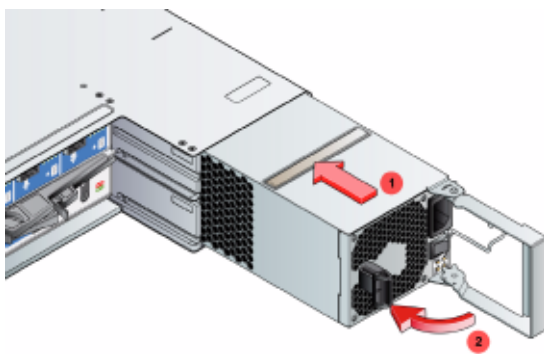

図3-7 電源冷却モジュール
2. 筐体にモジュールをスライドさせます。(図3-7 ① 参照)
3. モジュールが筐体に収まるまで押し込み、ハンドルをラッチがかみ合うまで倒します。(図3-7 ②参照)